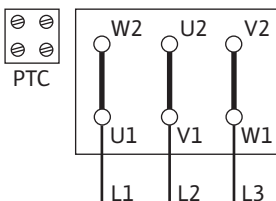

Fig. 12: 三角形电路
- 电源连接取决于电机功率  $P_2$ 、供电电压和启动方式。接线盒中连接桥所需的电路参见下表以及 Fig. 12、13 和 14。